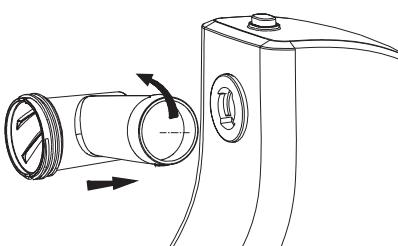

рис.2
- Затем поверните головку мясорубки (3) против часовой стрелки до фиксации (рис. 2).